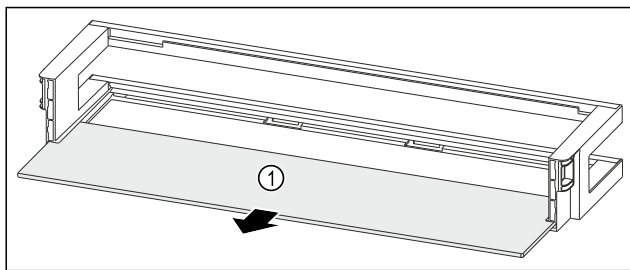

Fig. 158 Дверная полка со съёмной полкой
- ▶ Извлеките съёмную полку Fig. 158 (1).